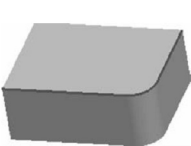

图 5.35 相切链的选取
(4) 相切链的选取：选取一条边后，按住 Shift 键，再选取与第一条边相切的边线，即可选中相切连接的元素链，如图 5.35 所示。
(5) 目的链的选取：在过滤器中选择【几何】选项，在绘图区中选目的链的任一条边线，再从过滤器中选择【智能】选项，将鼠标移动到刚才选取的那条边线，可以发现其他